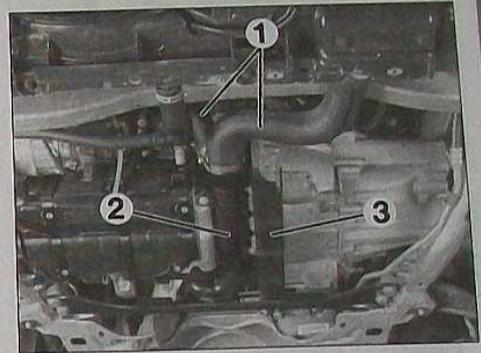
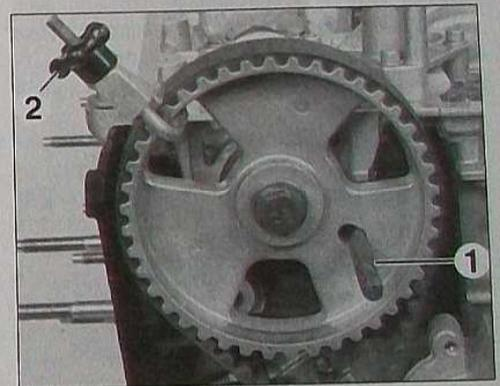
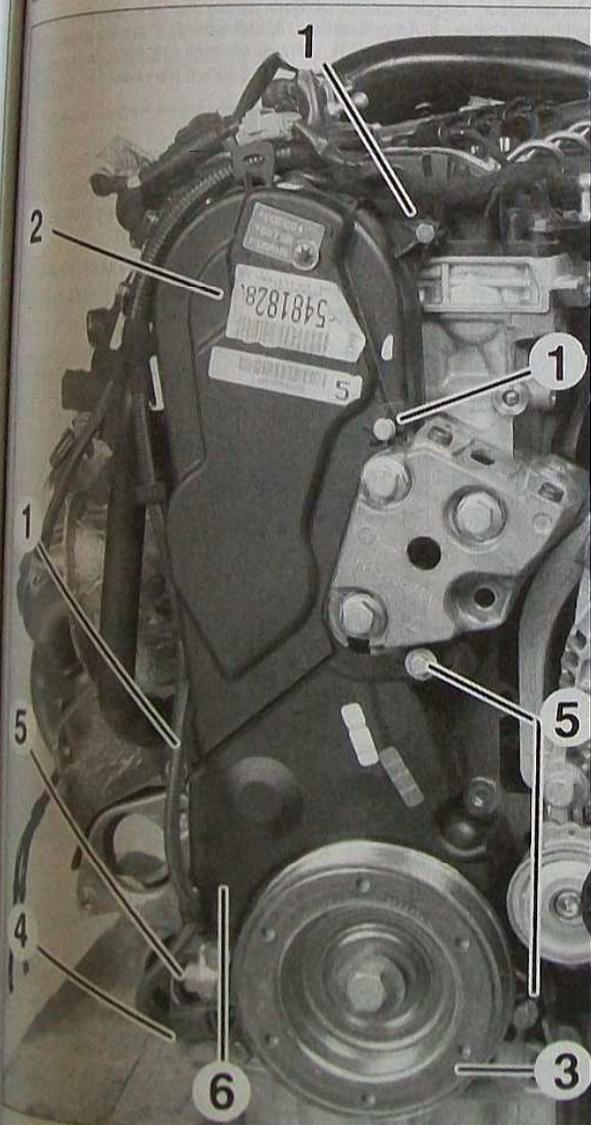
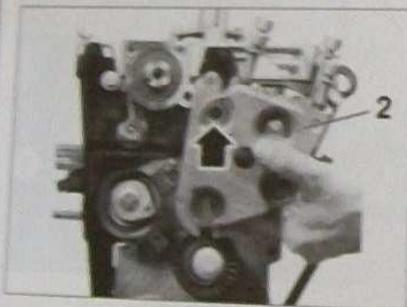

FIG. 11
FIG. 12
FIG. 10
FIG. 15
- les 3 vis (1) du carter supérieur de distribution (Fig.10).
- le carter supérieur de distribution (2).
- les 2 durits (1) (Fig.11).
- le conduit (2).
- la tôle (3).
- Piger l'arbre à cames à l'aide de l'outil (1) (ref. Peugeot .0188-M. Ø de la pige : 8 mm) (Fig.12).
- la poulie de vilebrequin (3) (Fig.10).
- le capteur de position du vilebrequin (4).
- les 2 vis de fixation supérieure (3) de la patte de fixation (2) du support moteur.
- Débloquer le vis (4) commune au galet enrouleur.
- Déposer la patte (2) de fixation du support moteur (Fig.15) en la tirant vers le dessus du moteur.
- Maintenir la courroie en place sur la roue dentée à l'aide d'un outil adapté (2) (Fig.12).
- Poser et serrer la patte du support moteur (2).
- Déposer les outils de maintien (2) (Fig.12) de la courroie de distribution et l'outil de centrage de la roue dentée de vilebrequin (Fig.15).